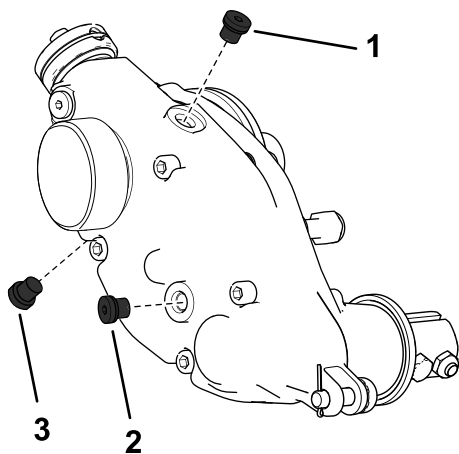

Figure 27
2. Retirez le bouchon de vidange au bas du carter (Figure 27).
3. Enlevez le bouchon de remplissage sur le côté du carter et desserrez le bouchon d'aération au sommet pour permettre à l'air de circuler à l'intérieur (Figure 27).